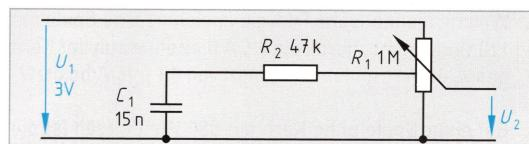

Bild 2: Lautstärkeeinstellung
- Das Lautstärkepotenziometer R_1 mit dem Gesamtwiderstand $1 \text{ M}\Omega$ von Bild 2 hat bei $0,3 \text{ M}\Omega$ vom Fußpunkt eine Anzapfung, an die $R_2 C_1$ angeschlossen sind. Berechnen Sie für $f = 100 \text{ Hz}$ und 10 kHz die Ausgangsspannung U_2 , wenn der Schleifer bei $0,5 \text{ M}\Omega$ steht. (Die Belastung bleibt unberücksichtigt.)
- a) Berechnen Sie bei der Potenziometerschaltung Bild 2 für $f = 100 \text{ Hz}$ und 10 kHz die Ausgangsspannung U_2 , wenn der Schleifer an der Anzapfung steht. Von dieser Anzapfung bis zum Fußpunkt beträgt der Widerstand $0,3 \text{ M}\Omega$. Das Potenziometer hat einen Gesamtwiderstand von $1 \text{ M}\Omega$. b) Warum wird das RC-Glied an die Potenziometeranzapfung geschaltet? (Die Belastung bleibt unberücksichtigt.)